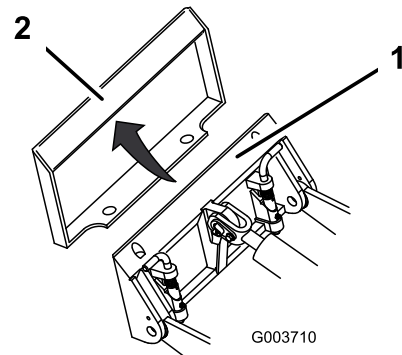

Figura 10
4. Poziționați placa de montare în buza superioară a plăcii de fixare a dispozitivului de ataare (Figura 10).